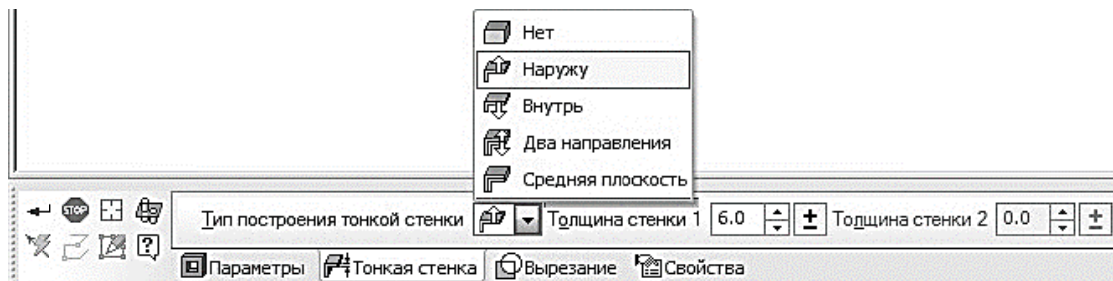

Рис. 40. Панель свойств операции **Вырезать выдавливанием**
- на вкладке свойств тонкой стенки раскройте список **Тип построения тонкой стенки** и выберите параметр **Наружу** (рис. 40);